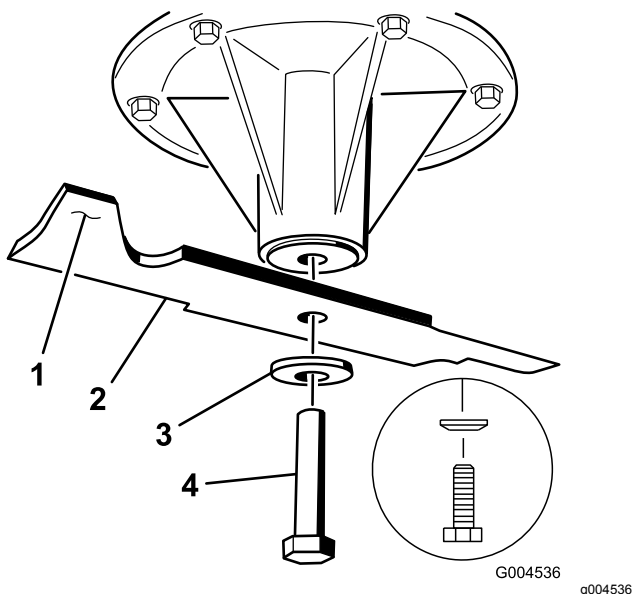

Figura 110
2. Retire el perno de la cuchilla, la arandela curva y la cuchilla del eje (Figura 110).